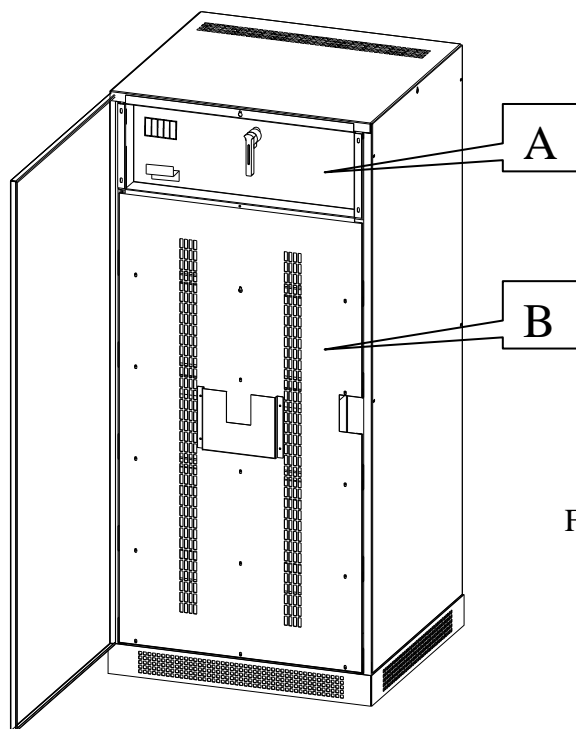

Fig.1
- Rimuovere i due pannelli interni “A” e “B”, vedi Fig.1.
- *Riposizionare i pannelli interni A e B, vedi Fig.1, rimossi in precedenza.*